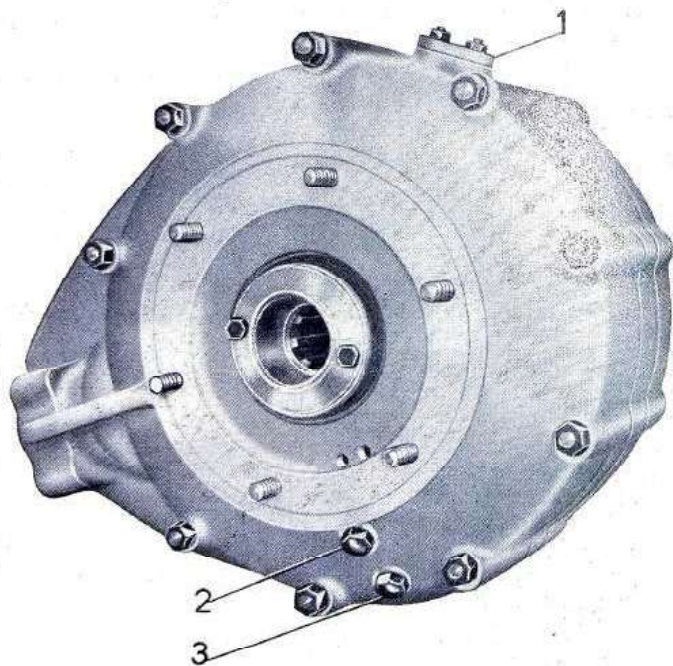

Fig. 10
La lubrificazione (vedere fig. 10) si effettua levando la piastrina (1) che fa da tappo sulla parte superiore della scatola differenziale e il bullone (2) del foro di livello sulla parte inferiore della scatola. Introdurre l'olio, dopo averlo fatto scaldare, finché non esca dal foro di livello, indi chiudere. Per tale lubrificazione è consigliabile usare olio Shell Moto Guzzi Gear Lubricant o Shell Retinax G (quantità occorrente circa kg 0,800). Il bullone (3) situato sotto il tappo del livello serve per levare l'olio dalla scatola quando occorre cambiarlo (ogni 10.000 km circa). Occorre effettuare questa operazione subito dopo che il veicolo ha compiuto un lungo viaggio, perché in tali condizioni si ha l'olio caldo e fluido, quindi facile da estrarre.